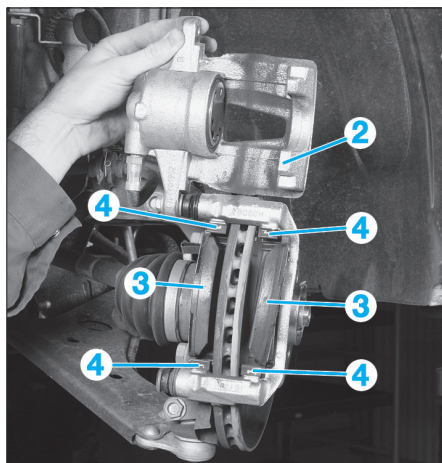

Fig. 2
- Rabattre l'étrier de frein (2) vers le haut (Fig.2).